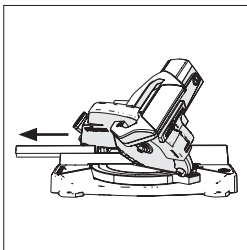

Abb. 24
**(8.7) SCHIFTERSCHNITT (Abb. 24)**